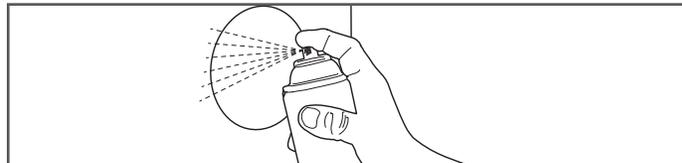

Figura 22-5
3. Limpie todas las superficies con el No. de parte UGF-EF-CLR y deje secar. (Figura 22-5).